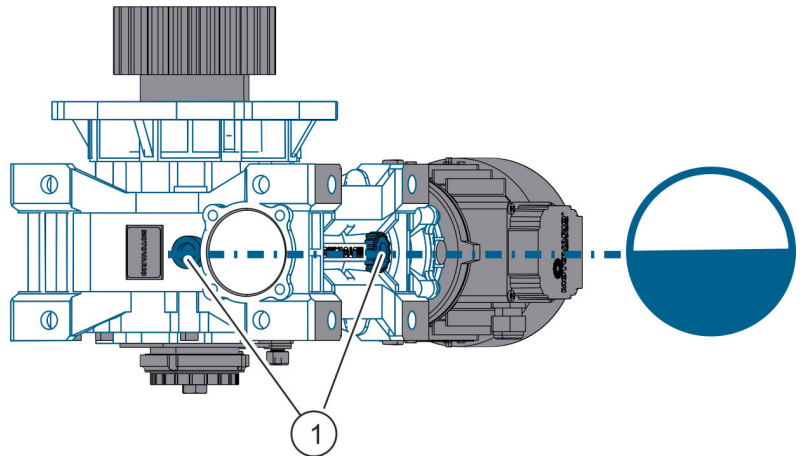

Abb. 25: Motorgetriebeöl
- ➔ Ölstand über die Schaulöcher (Abb. 25/1) prüfen.